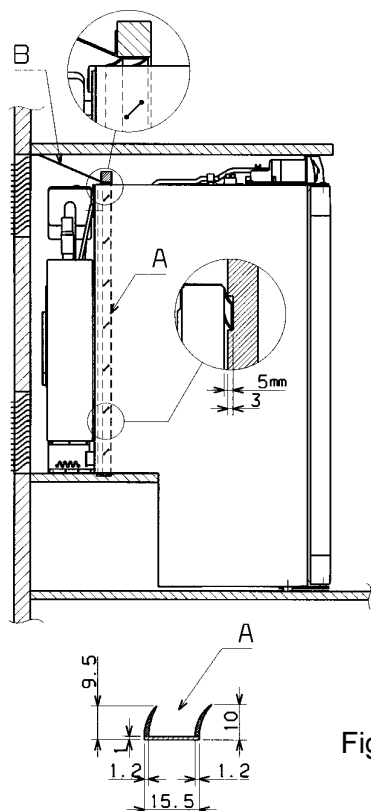

Fig.1
Il faut également installer une plaque de refoulement (B), munie des joints à lèvres (A) difficilement inflammable, dans le renforcement (voir fig.1).
La plaque (B), munie des joints à lèvres (A), doit également isoler le réfrigérateur par rapport à la pièce (voir fig. 1).